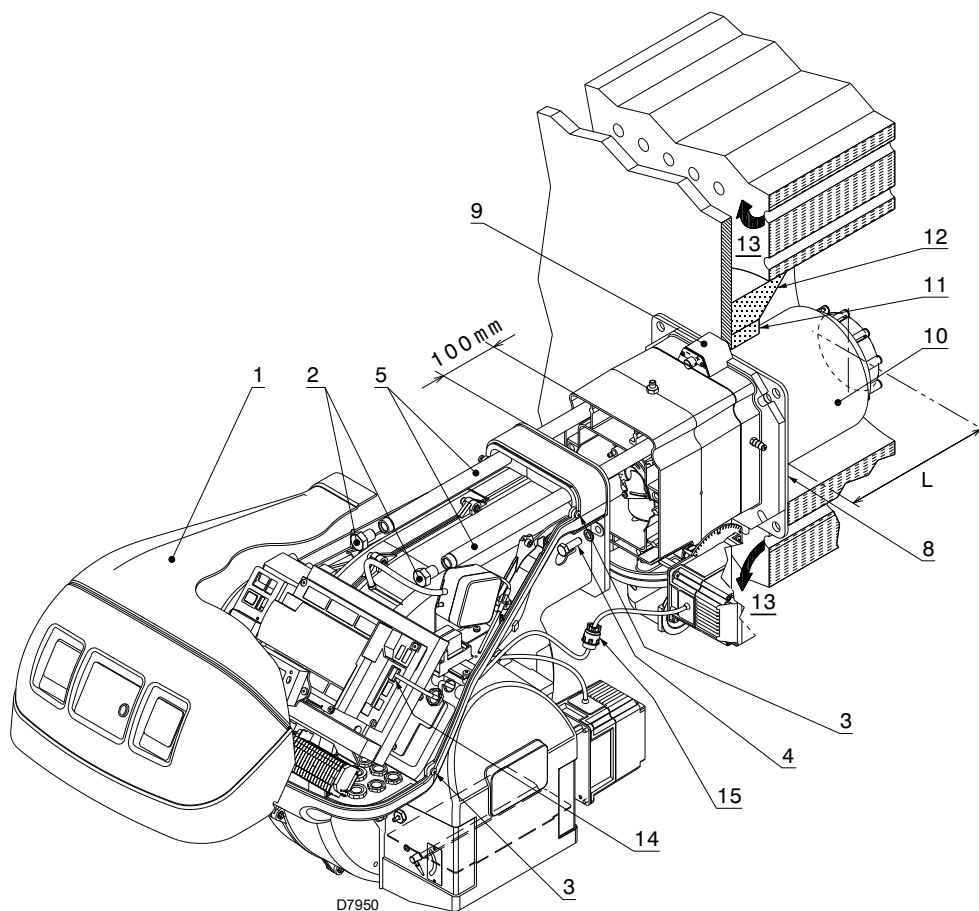

图 17
对于带前烟道 13)(图 17 页 25) 或回焰式炉膛的锅炉，必须在锅炉炉补 12) 和烟道 10) 间插入炉补材料 11) 保护。
将燃烧头与燃烧器的其余部分分开，如图 17 所示；操作如下：
- 将燃烧器重新安装在导轨 3)上，距离管接头 4)约 100 mm——燃烧器位置如图 17 所示；
- 连接伺服电机 14)(图 17) 的插头并拧紧固定孔 15)；